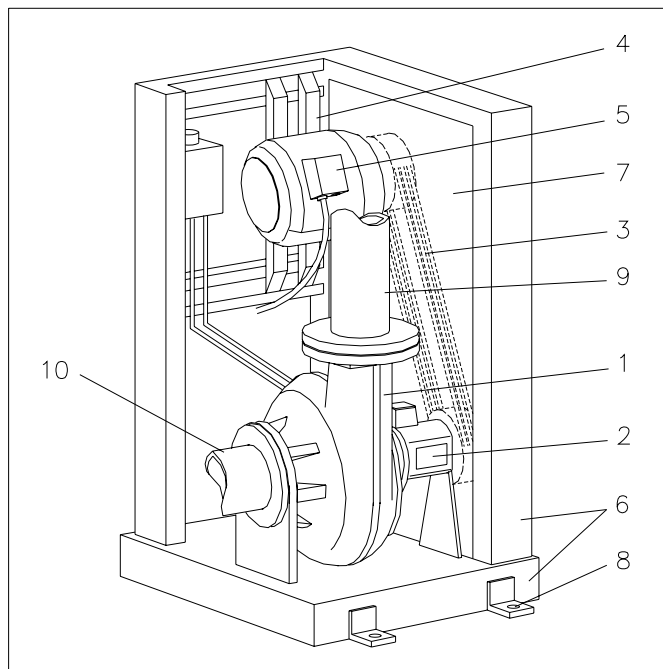

Fig. 7.7
Se fig. 7.7.
se fig. 7.7 pos. 8.